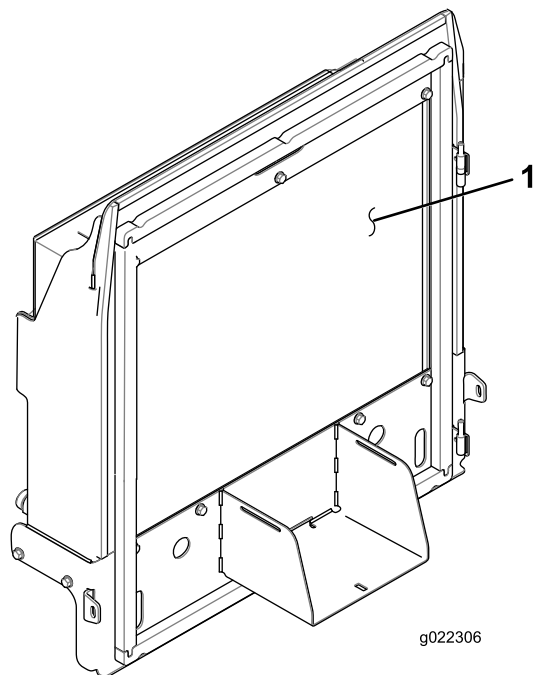

Bild 83
4. Reinigen Sie beide Seiten des Kühlers bzw. Ölkühlers (**Bild 83**) gründlich mit Druckluft.